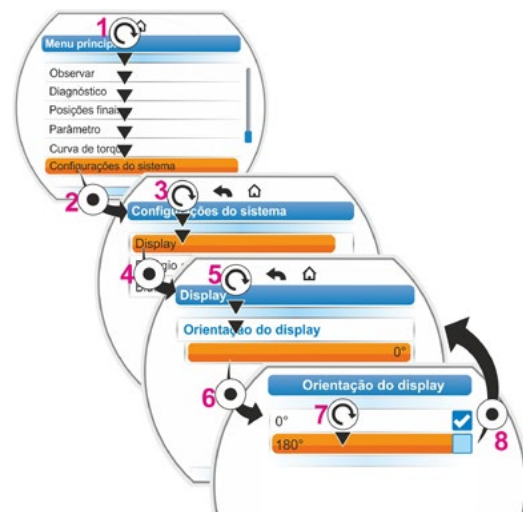

Fig. 2: Alterar orientação do display
1. Selecionar no menu principal 'Configurações do sistema' (fig. 2, pos. 1) e confirmar (fig. 2, pos. 2).